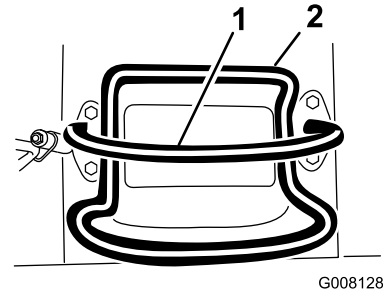

Figure 6
Regardez derrière vous lorsque vous faites marche arrière et gardez toujours les mains sur la barre de référence (Figure 6).
- Pour arrêter la machine, relâchez la commande de déplacement (Figure 6).